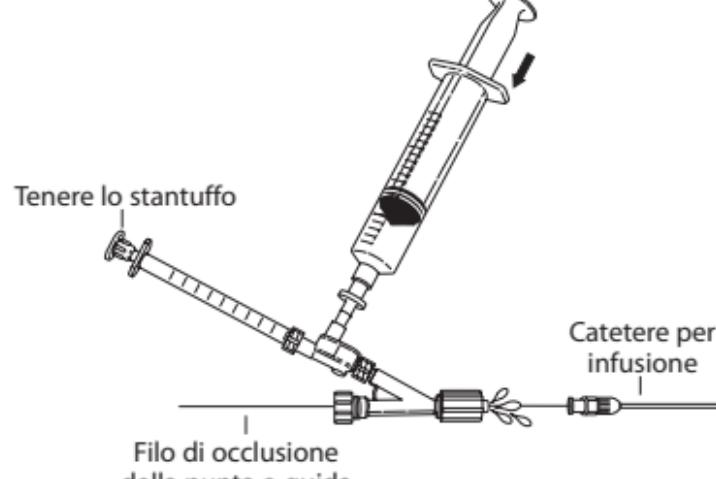

Fig. 5
7. Per collegare la valvola di non ritorno e l'adattatore Tuohy-Borst al catetere per infusione, allentare la valvola Tuohy-Borst e sfilare il gruppo sopra il filo di occlusione della punta. Prima di collegare il gruppo al catetere, tenere fermo lo stantuffo della siringa da 1 mL e premere la siringa da 20 mL, assicurandosi che tutta l'aria sia eliminata dal gruppo. Lasciare una goccia di soluzione sul raccordo Luer Lock dell'adattatore Tuohy-Borst prima del collegamento al catetere per infusione. (**Fig. 5**)